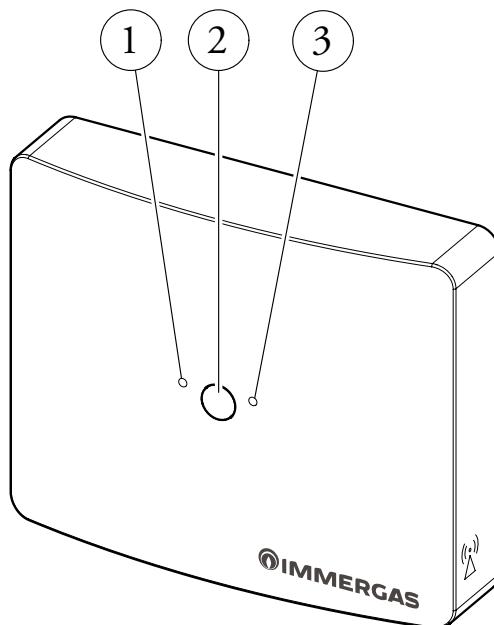

Fig. 15
Su concentratore sono presenti due leds (1-3) a fianco del pulsante (2) (Fig. 15). Le segnalazioni possibili su questi leds sono le seguenti.
On the concentrator there are two LEDs (1-3) next to the button (2) (Fig. 15). The possible signals on these LEDs are the following.